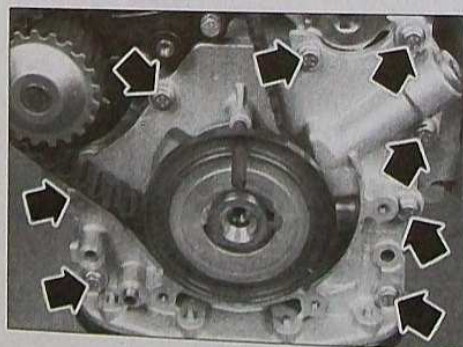

FIG. 13
- les huit vis de la pompe à huile en bout de vilebrequin (Fig. 13).